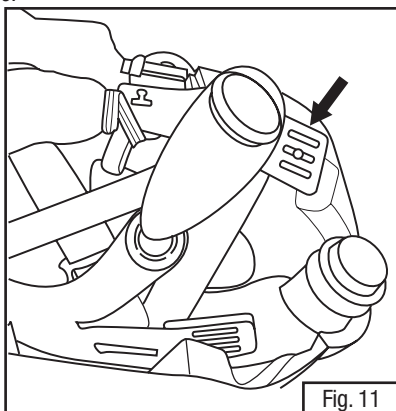

Fig. 11
- Suelte la suspensión de los cascos de protección tirando de la ranura de ajuste de altura de la clavija en cada uno de los cuatro puntos de ajuste. La Fig. 11 señala una de las ranuras de fijación. Hay 2 en la parte posterior y 2 en la parte frontal.
- Instale la nueva suspensión ajustando cada una de las ranuras de ajuste en las cuatro clavijas del armazón del casco. **NOTA:** Consulte la sección “Colocación y ajuste” de estas *Instrucciones de uso* para obtener más información sobre el ajuste de la suspensión para un cómodo ajuste (Fig. 11).